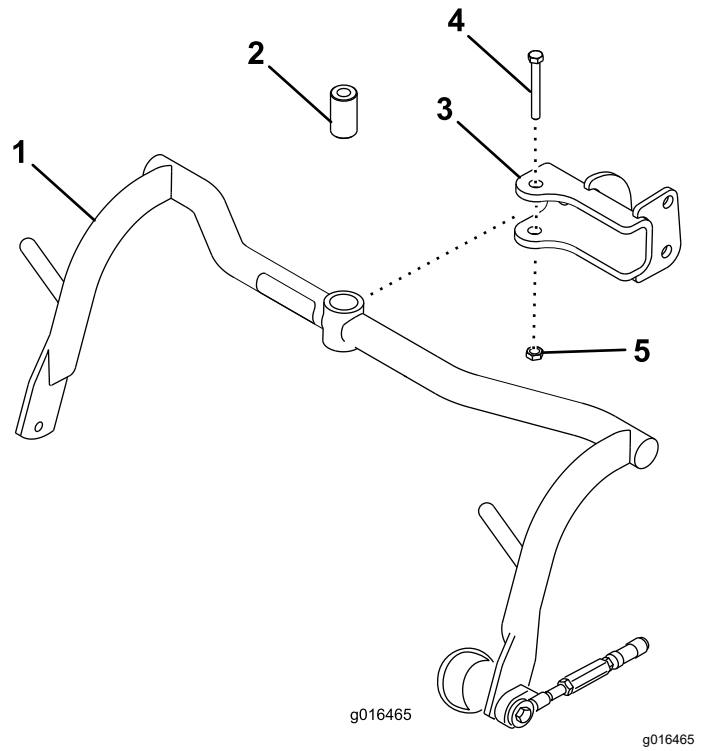

Figura 6
1. Monte un conjunto de bastidor de tiro en cada horquilla con un suplemento, un perno ($\frac{1}{2}$ " x $3\frac{1}{4}$ ") y una contratuerca ($\frac{1}{2}$ "); consulte la Figura 6. Apriete a entre 91 y 113 N·m.